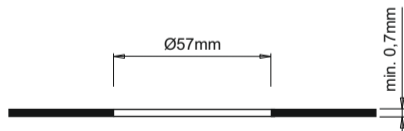

Fig 3
**ATOM** devices can be flush mounted on 0.7 mm thick (min.) metal surfaces and on a  $\varnothing$  57 mm hole as illustrated in figure 3.
**ATOM** können in Metallböden mit einer Dicke von mindestens 0,7 mm und einer Bohrung von  $\varnothing$  57 mm eingebaut werden (Abb. 3).
**ATOM** peuvent être installés par encastrement sur des supports métalliques d'une épaisseur min. de 0,7 mm, avec un trou de  $\varnothing 57\text{mm}$ , comme indiqué sur la figure 3.